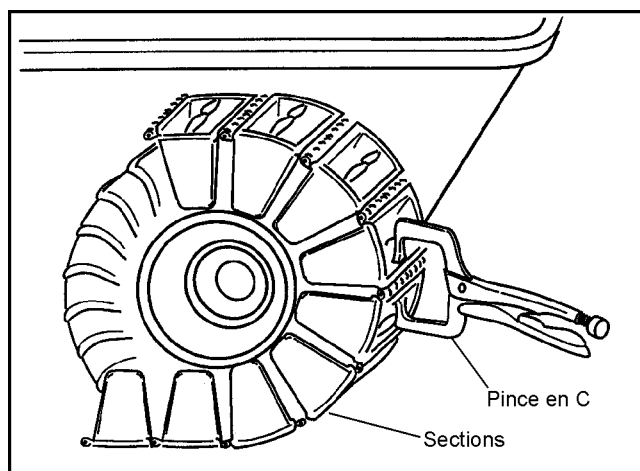

Figure 11-9. Assemblage de chenille.
avec des pinces-étaux comme illustré à la figure 11-9, en alignant les orifices de ¼ po.
1. Utiliser les pinces-étau en C pour enlever la pression de la tige de section de chenille selon la figure 11-9.